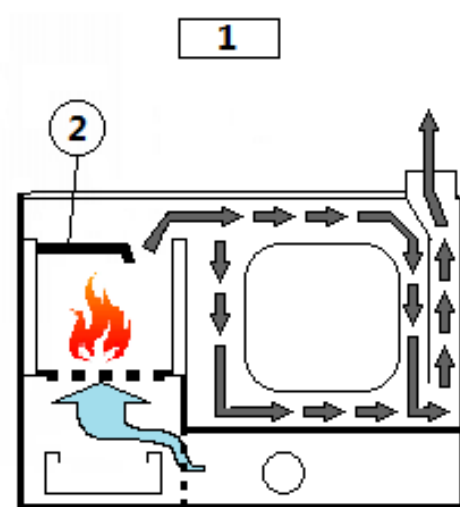

Fig. 32 - Chauffage+cuisson four haute température
LÉGENDE	Fig. 32 à page 65
- Vérifier que le déflecteur interne soit en position comme décrit (voir **Fig. 32 à page 65**). Dans cette position, le tour fumées est réduit dans le foyer et il est plus direct au four. L'échange thermique à l'eau du chauffage et à la plaque supérieure de cuisson est légèrement pénalisé.